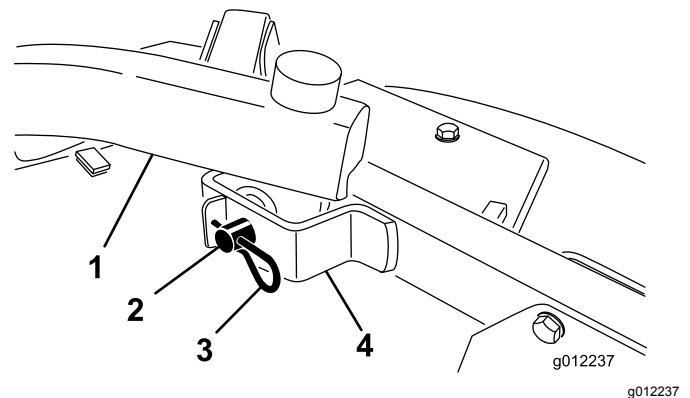

Figura 24
4. Retire las chavetas y los pasadores que fijan los brazos de elevación a los soportes de los brazos de las ruedas giratorias (**Figura 24**).